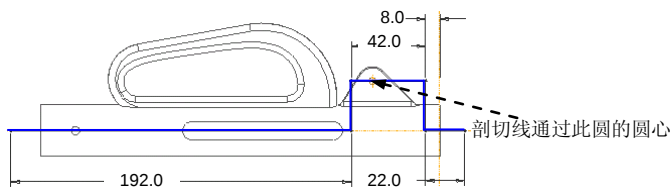

图 9.3.13 偏距剖截面草图
(2) 在 **DIRECTION (方向)** 菜单中，选择 **Okay (确定)** 命令。
(3) 在 **SKET VIEW (草绘视图)** 菜单中, 选择 **Default (缺省)** 命令。
(4) 为了使剖截面通过图 9.3.13 所示的圆心, 在“参照”对话框中需选择该圆为参照。
(5) 绘制图 9.3.13 所示的偏距剖截面草图, 完成后单击“完成”按钮 。